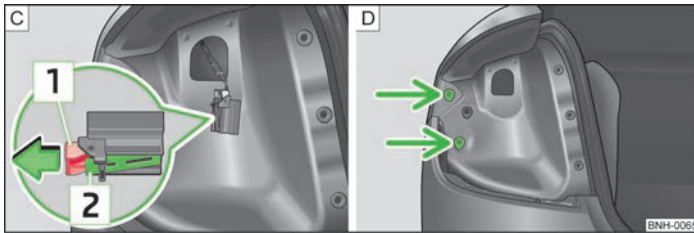
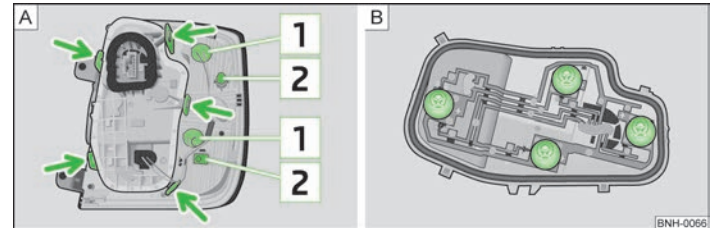

Abb. 134 Leuchtenstecker / Leuchte einbauen
Abb. 135 Äußerer Teil der Leuchte / Innerer Teil der Leuchte
- › Die Verriegelung [1] » Abb. 134 am Stecker in Pfeilrichtung ziehen.
- › Die Verrastung [2] » Abb. 134 drücken und den Stecker abziehen.
- › Die Rückleuchte vorsichtig in die Karosserie hineindrücken, sodass die Bolzen [2] » Abb. 135 auf Seite 165 an der Leuchte in die Aufnahmen in der Karosserie » Abb. 134 - [D] eingreifen.
- › Die Lampenfassung [1] » Abb. 135 entgegen dem Uhrzeigersinn drehen und aus dem Leuchtengehäuse herausnehmen.
- › Den Lampenhalter an den Verriegelungslaschen entriegeln » Abb. 135 - [A] und den Lampenhalter aus der Rückleuchte herausnehmen.
- › Die Lampenfassung bis zum Anschlag entgegen dem Uhrzeigersinn drehen und aus dem Leuchtengehäuse » Abb. 135 - [B] herausnehmen.